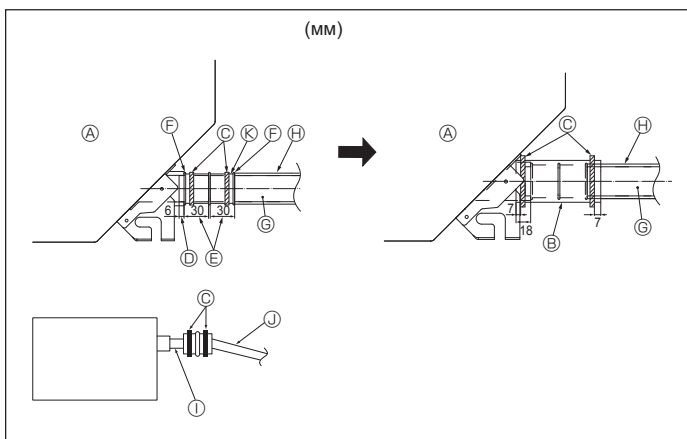

Fig. 5-2
1. Дренаждау ұяшығын (құрылғымен бірге жеткізіледі) дренаждау портына қосыңыз. (Fig. 5-2)